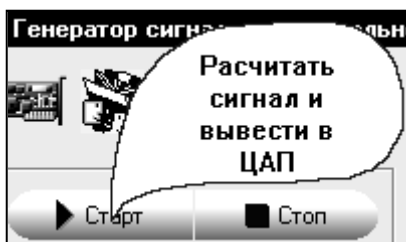

Рис. 7. 6
*В ходе работы с программой есть возможность получения краткой подсказки к элементам, расположенным на лицевой панели генератора. Для этого, необходимо подвести указатель мыши к интересующему объекту, который примет вид руки с вытянутым указательным пальцем и подождать несколько секунд. Далее вы увидите подсказку, пример которой указан на рисунке (Рис. 7. 6).*